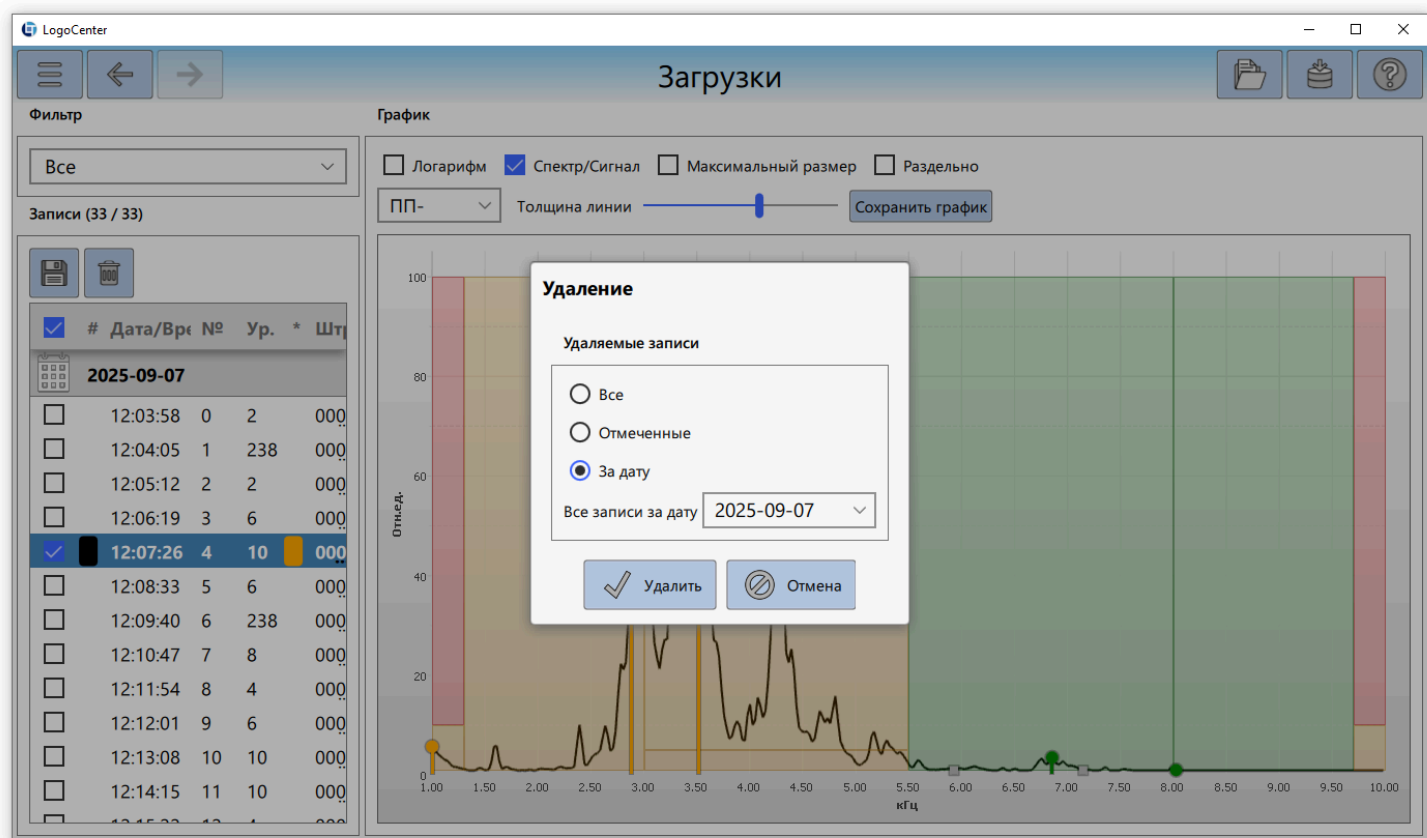

Рисунок 3 – Удаление записей за дату
- режим «За дату» удаляет записи только за одну указанную дату (рисунок 3).